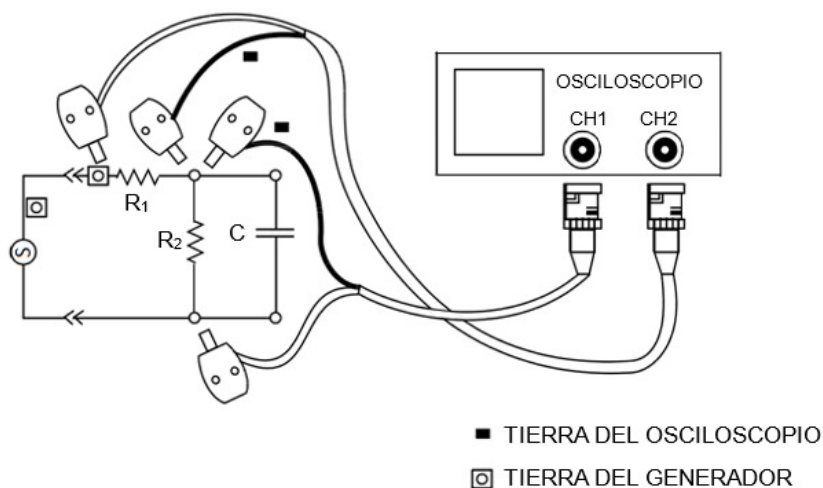

Figura 17.11: Circuito RC con dos resistencias conectado al osciloscopio.
- 20) Monte el circuito de la figura 17.11 y verifique experimentalmente sus respuestas al problema planteado en el ítem 19. Use un valor de voltaje para la onda cuadrada de 10 V.